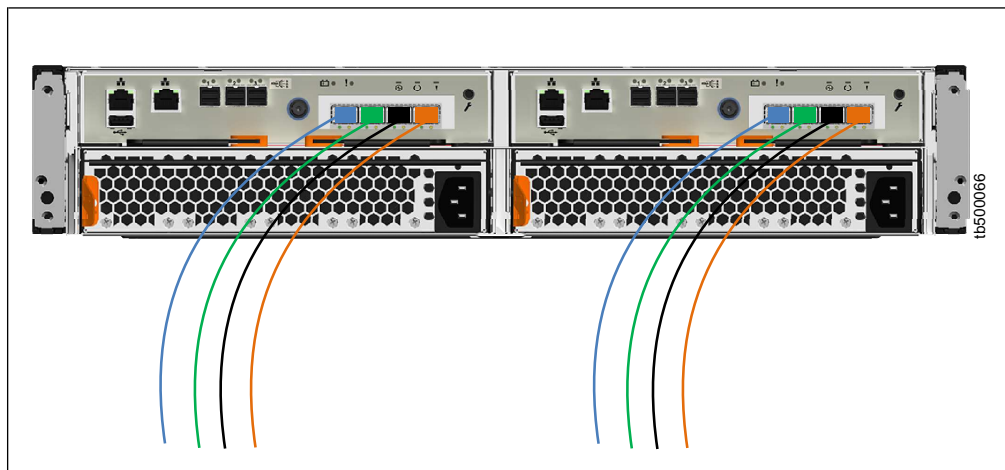

图 135. 每个容器连接四条光纤通道电缆的示例 Storwize V5020 配置
2. 如果要连接额外光纤通道电缆，确保每个容器连接相同数量的电缆。图 135 显示了一个示例 Storwize V5020 配置，其中每个容器连接了四条光纤通道电缆。